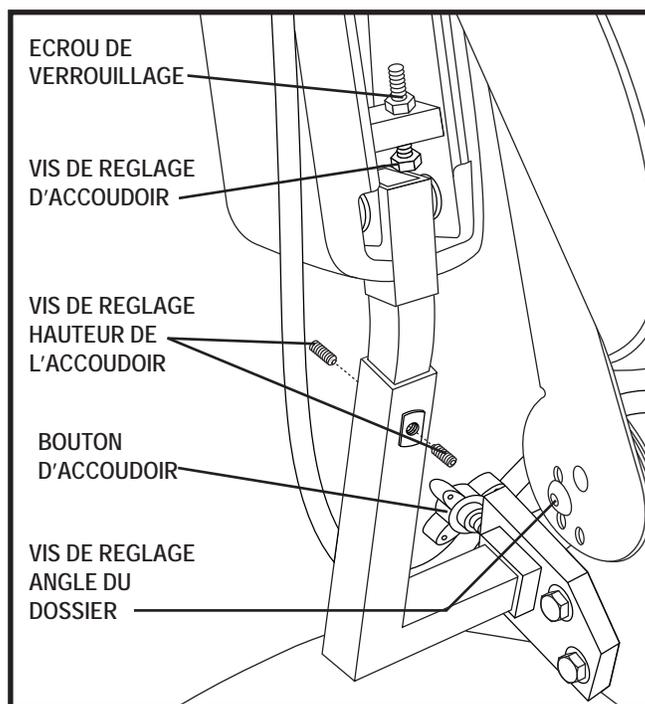

Figure 14. Réglage de l'inclinaison du dossier
1. Retirez la vis de réglage de l'inclinaison du dossier de chaque charnière. **Voir la figure 14.**
1. Repérez les deux boutons de réglage sur le support des accoudoirs. **Voir la figure 14.**
1. Relevez l'accoudoir à la verticale. **Voir la figure 14.**